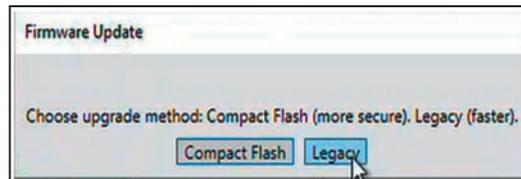
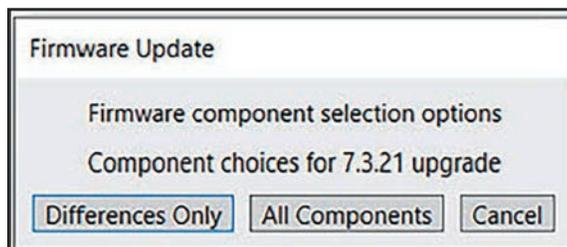

Figura 43. La ventana de diálogo de Actualización de Firmware para el control SDA-4540R2.
Figura 44. La ventana de diálogo de actualización de firmware elige el método de actualización para el control SDA-4540R3.
PASO 12. La ventana de diálogo de Actualización de Firmware le pedirá que seleccione el método de actualización o downgrade (descenso de versión). Haga clic en una de las opciones para continuar. Ver Figura 43 para las opciones de control del SDA-4540R2 y Figura 44 para las opciones del SDA-4540R3.